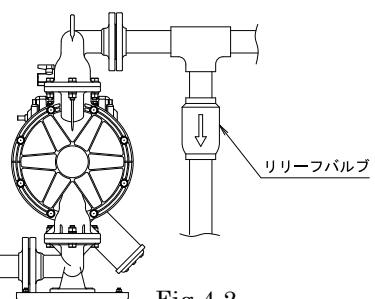

Fig.4.2
- ・ポンプの設置場所の環境によって移送液材の体積変化が大きい場合は、吐出側にリリーフバルブを取り付けて許容圧力値で開放するようにしてください。(Fig.4.2参照)